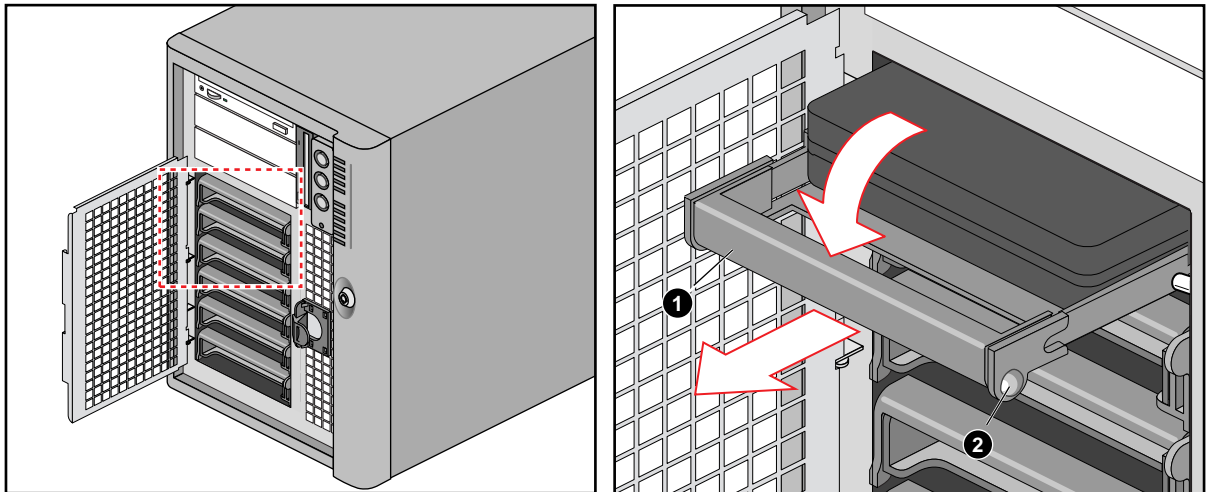

Abbildung 5-2 Lösen des Laufwerkträgers vom Gehäuse
5. Drücken Sie den rechts am Träger befindlichen runden Knopf (in Abbildung 5-2 mit 2 bezeichnet) nach links (zur Laufwerkmitte), während Sie den Griff des Trägers (in Abbildung 5-2 mit 1 bezeichnet) vorsichtig gerade nach unten ziehen. So wird der Riegel gelöst, der den Träger am Gehäuse sichert.